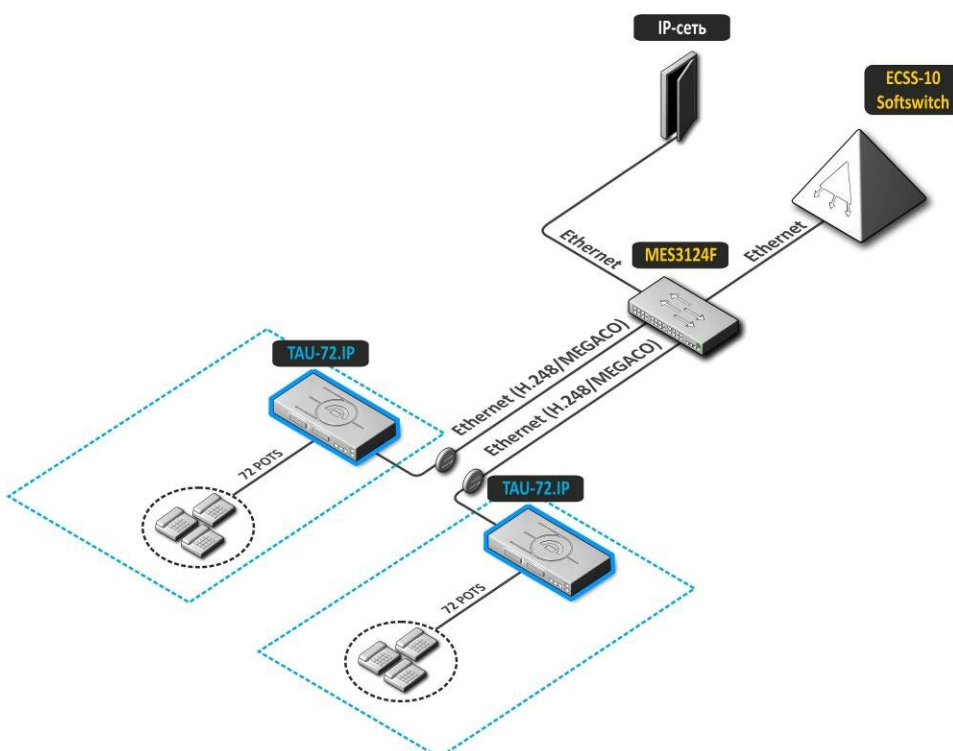

Рисунок 2 – Распределенная миниАТС TAU-72.IP
2. **Режим распределенной миниАТС.** В этом случае устройство выполняет функции миниАТС, с возможностью выхода на другие шлюзы (TAU-32M.IP, TAU-72.IP и прочие), а также Softswitch по протоколам SIP/SIP-T/H.323. Устройство самостоятельно обрабатывает функции ДВО, маршрутизацию вызовов, рисунок 2.